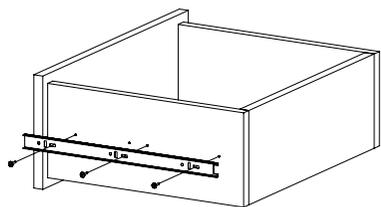

Рис.14
10. Соберите ящик. Для этого соедините детали 8 и 9 с деталью 10 при помощи конфирматов. Вставьте дно ящика 15 из ДВП в пазы деталей 8, 9, 10. Соедините фасад ящика с полученной конструкцией и затяните головки минификсов (Рис. 13). Закрепите внутренние планки направляющих на деталях 8 и 9 шурупами 3,5х16 (Рис. 14). При необходимости регулировки ящика выкрутите шурупы из круглых отверстий и перекрутите в овальные (продольные и вертикальные регулировочные отверстия). Не затягивая до конца шурупы, сместите ответную планку вверх-вниз. Затяните шурупы до конца.